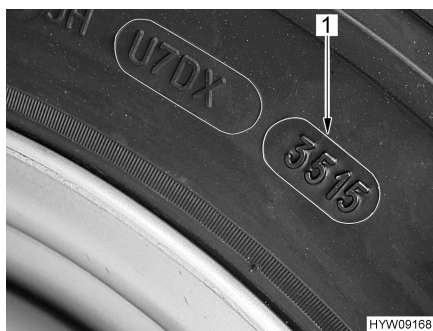

Fig. 86 Code DOT
- ▷ Les pneus ne doivent pas être plus âgés que 6 ans ; le matériau devenant poreux avec le temps. Le code DOT (Fig. 86,1) à quatre chiffres appliqué sur le flanc du pneu indique la date de fabrication. Les deux premiers chiffres désignent la semaine, les deux derniers l'année de fabrication.